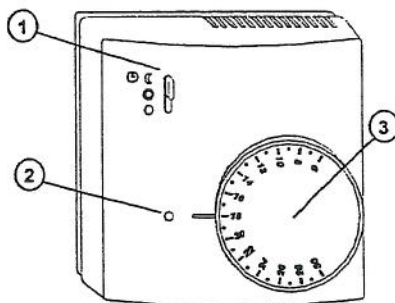

Fig. 1
Ved begge funktioner (varme/køling) er det muligt at anvende natsænkingsfunktionen, såfremt der er tilsluttet en timer til systemet. Natsænkingsfunktionen ændrer temperaturen med $\pm 3^{\circ}\text{C}$. Den kan aktiveres ved at sætte knappen (1) [fig. 1] i øverste stilling. Når knappen står i denne position, sender rumtermostaten signaler til modtageren om at reducere temperaturen i de perioder, hvor natsænkning er indstillet på timeren. Dette signal kaldes "reduceret signal", mens et normalt signal kaldes "comfort signal".
Ved at tilslutte et timermodul til modtageren, kan man kontrollere, hvornår man ønsker at regulere temperaturen op/ned med 3°C . Hvis der ikke tilsluttes en timer til systemet og knappen (1) [fig. 1] står på "PROGRAM", så vil systemet gå i permanent natsænkning, dvs. holde en temperatur, der ligger 3°C under den indstillede temperatur. Vælger man derimod at sætte knappen på "COMFORT" vil termostaten altid regulere temperaturen uden reduktion.
Rumtermostaten er forsynet med 2 stk. alkaline 1,5V batterier type AAA. Rumtermostaten er forsynet med en rød diode (2) [fig. 1], som vil blinke hver 20. sekund, hvis batterierne skal skiftes. Under normal drift er der IKKE lys i denne diode.
På fronten af termostaten [fig. 1] findes følgende:
D) Sæt programvælgerknappen (1) fig. 1. i OFF-position (nederst position), og tryk på RESET-knappen (12) fig. 5. Nu er termostaten i TEST-mode og den røde diode (2) blinker hver 3. sekund.
Batterierne skal naturligvis skiftes når disse er afladede. Dette kan ses på dioden (2) [fig. 1], der blinker hvert 20. sekund.